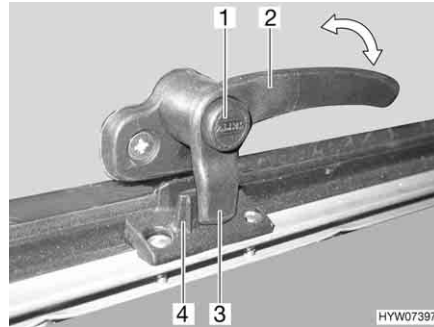
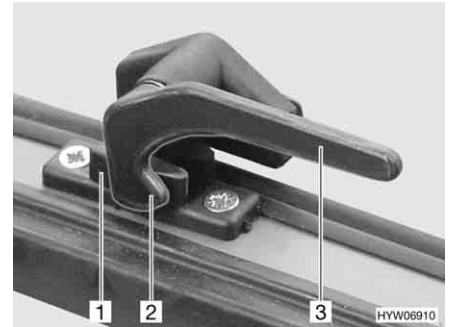

Fig. 88 Leva di serraggio con bottone di sicurezza in posizione "Chiuso"
Fig. 89 Leva di serraggio in posizione "Chiuso"
- Se presente, premere e tenere premuto il bottone di sicurezza (Fig. 88,1).
- Ruotare la leva di serraggio (Fig. 88,2 o Fig. 89,3) di un quarto di giro verso il centro della finestra.
- Ruotare la leva di serraggio (Fig. 88,2 o Fig. 89,3) di un quarto di giro verso il telaio della finestra. Il nasello di chiusura (Fig. 88,3 o Fig. 89,2) della leva di serraggio si trova completamente sul lato interno della chiusura della finestra (Fig. 88,4 o Fig. 89,1).
- In posizione "Completamente chiusa" (Fig. 88 e Fig. 89)